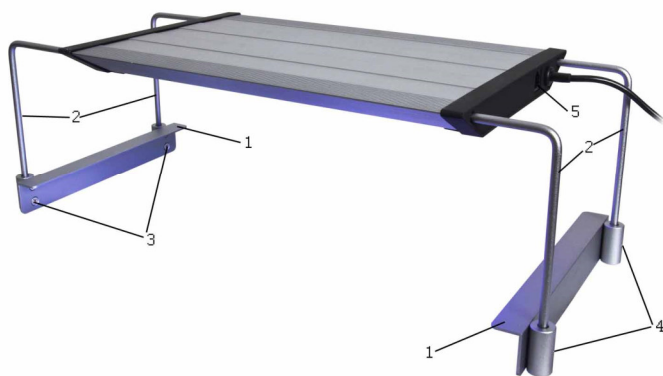

Рис. 2: aquarius plant с креплением для аквариума
Крепёжные уголки (Рис. 2, №. 2) вставляются в направляющие **aquarius plant**. После этого в боковых отверстиях (Рис. 2, №. 4) настраивают с помощью шестигранного винта нужную высоту крепежных уголков. Ключ для фиксации крепежных уголков есть в комплекте. Профили (Рис. 2, №. 1) устанавливаются на боковых стеклах аквариума. Требуемое расстояние достигают, протягивая крепежные уголки в направляющие.
**aquarius plant** может быть подключен к любой штепсельной розетке с заземляющим контактом, а также к таймеру для работы в автоматическом режиме. В этом случае все светодиоды включаются и – или выключаются одновременно. С помощью контроллера **aquarius control (Art.-Nr. 87700)** можно управлять шестью каналами отдельно. Контроллер подключается ко входу (рис. 2, № 5) **aquarius plant**. При помощи доступного как дополнительное оборудование Y-образного кабеля (Art.-Nr. 87701) можно подключать несколько светильников к одному контроллеру.